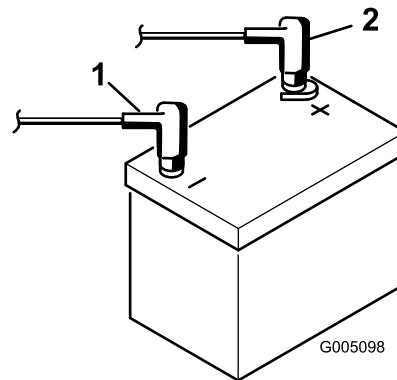

Bild 8
9. Klemmen Sie zuerst das Pluskabel (Rot) am Pluspol (+) der Batterie und dann das Minuskabel (Schwarz) am Minuspol (-) der Batterie an, wobei Sie die Kopfschrauben und Muttern verwenden (Bild 8). Ziehen Sie die Gummimuffe über den Pluspol, um Kurzschlüsse vorzubeugen.